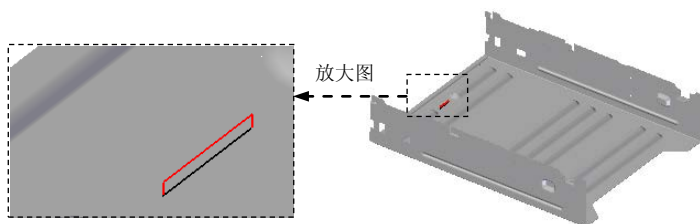

图 8.8.62 定义轮廓高度方向
(4) 定义百叶窗高度及方向。在“百叶窗”命令条中单击“高度步骤”按钮 ，单击“偏置尺寸”按钮 ，在 **距离** 文本框中输入值 1.0，并按 Enter 键，定义高度方向如图 8.8.62 所示。